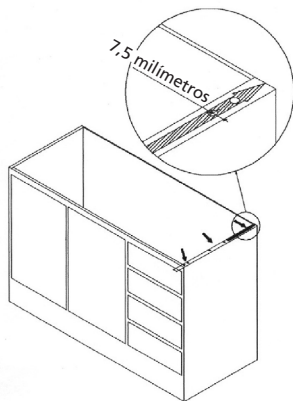

Fig. 9
- Alinhar a seta deste molde com a parte traseira do balcão ou móvel. Marque 2 furos em cada lateral, que possam ser usados. Os parafusos [fornecidos] deverão estar a 7,5 mm da borda externa do balcão ou móvel [Fig. 9].